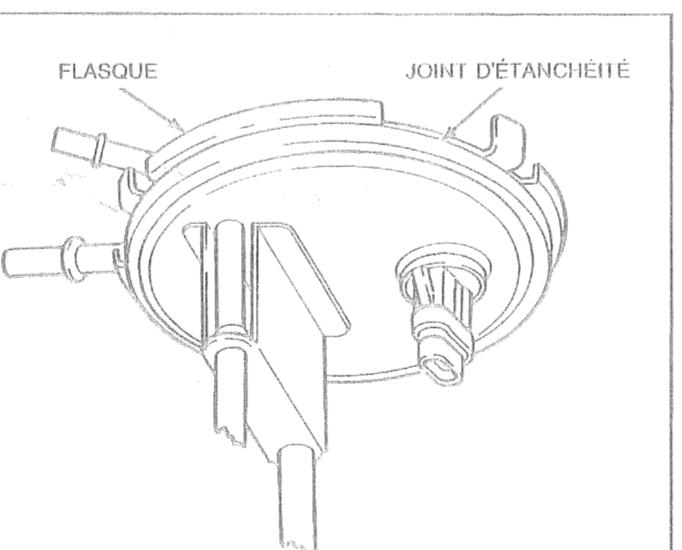

FIG. 1
D) Prenez la nouvelle unité immergée. Assurez-vous que le joint d'étanchéité se trouve correctement placé sous la partie supérieure du flasque (fig. 1).